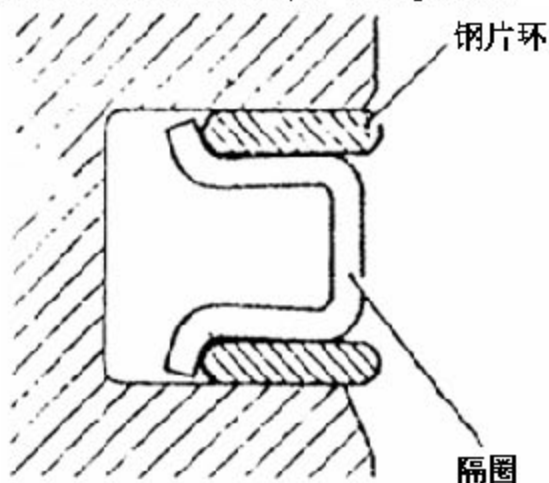

图 3-47
a).如图 3-47,将油环隔圈装入活塞环槽,然后安装上、下钢片环。